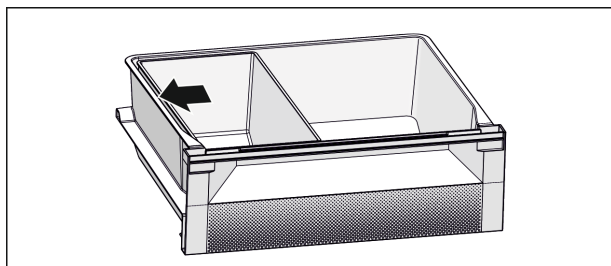

Fig. 7
- Za optimalnu funkciju hlađenja: Pozicionirajte posudu Fish & Seafood kao što je prikazano na slici (pogledajte Fig. 7).